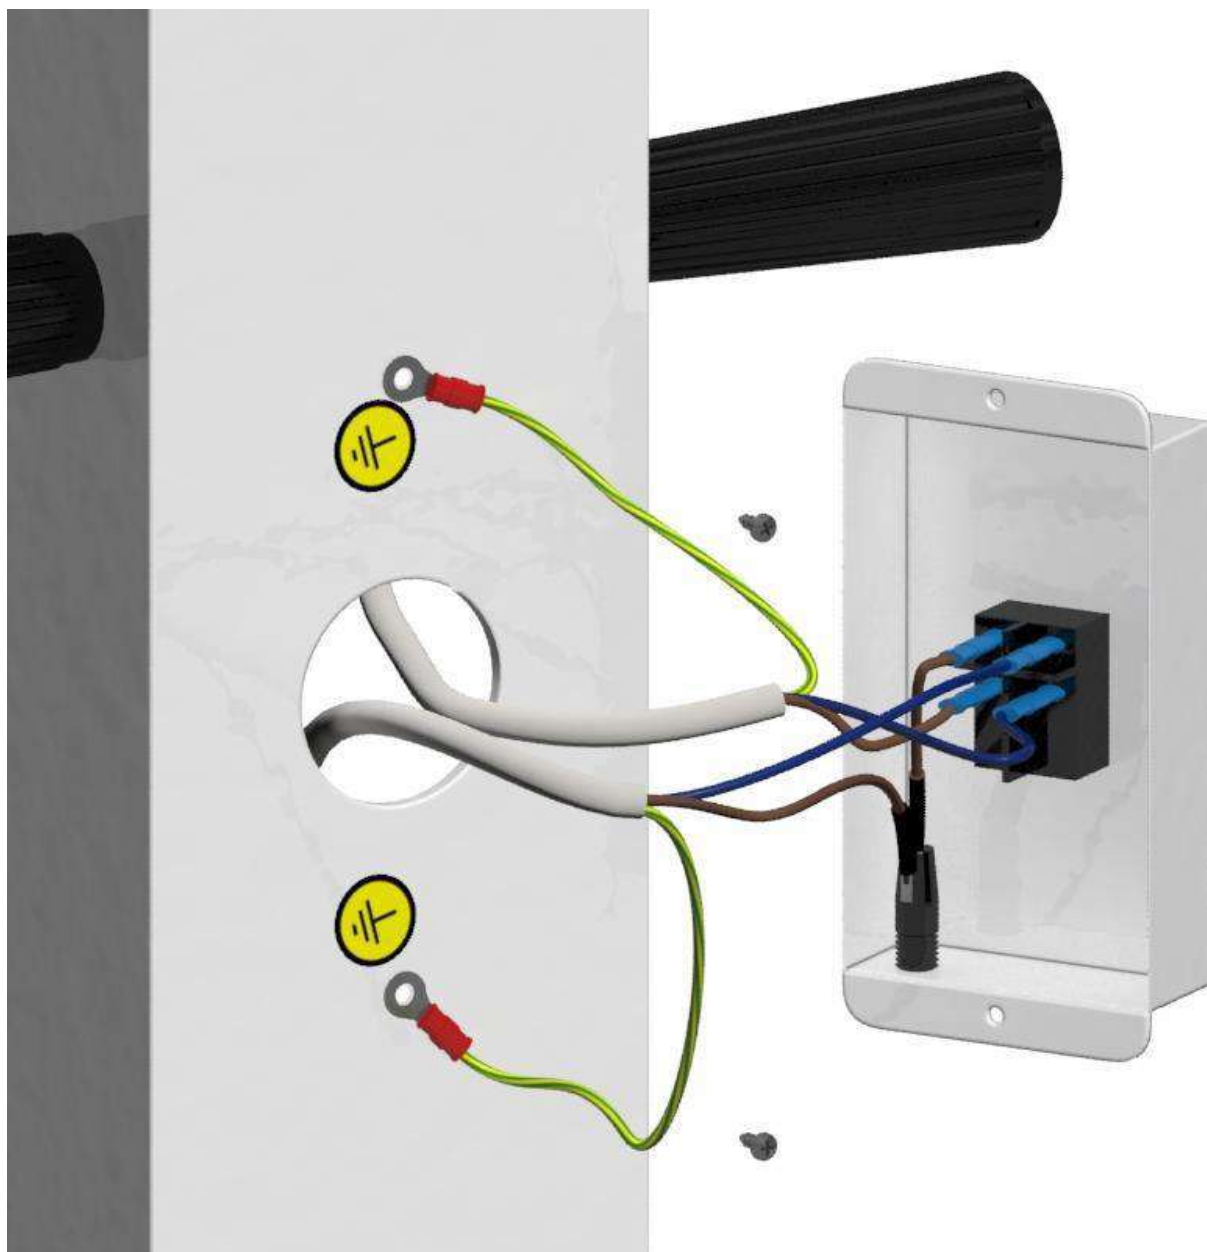

Fig. 18
- ✓ Conectați cablul care vine de la brațul dublu al pantografului (**D**) la suportul de siguranțe al tabloului de comutare (**E**) după cum se arată în Fig. 18